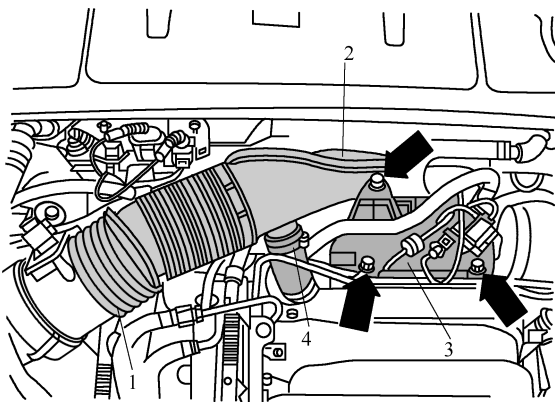

图 9-2-24 拆下进气软管
- (1) 拆下后部发动机罩。
- (2) 如图 9-2-24 所示，旋出电磁阀固定板 3 的